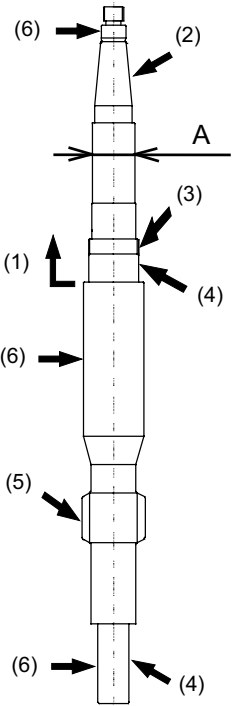

图 4-9
- (1) 上部轴承配合部以上的部分有可能发生腐蚀, 因此, 请仔细检查, 如果图 4-9 中 A 尺寸直径比表 4-1 所示值减少了 1mm 以上, 请予以更换。